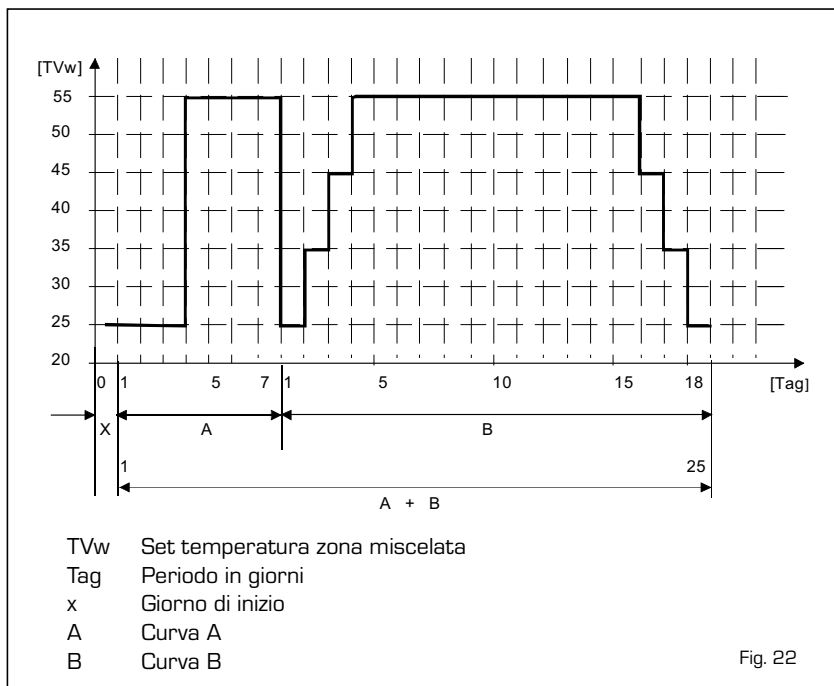

Fig. 22
4.5.2 Funzione asciugatura massetto (fig. 22)
Durante il funzionamento il display visualizza i giorni rimanenti per il completamento della funzione (es. digit principali -15 = mancano 15 giorni alla fine della funzione). Il grafico di fig. 22 riporta l'andamento delle curve.